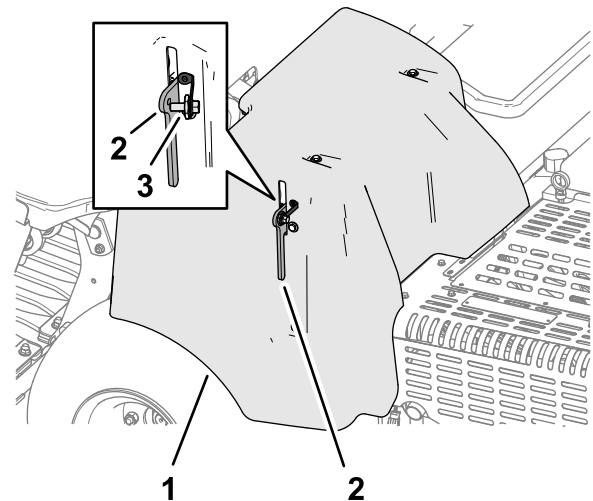

Bild 141
- Wenn Ihre Maschine mit einem CE-Gurtschloss der Riemenabdeckung ausgestattet ist, lösen Sie die Schraube des Gurtschlosses, bis sie sich vom Schloss löst (Bild 141).